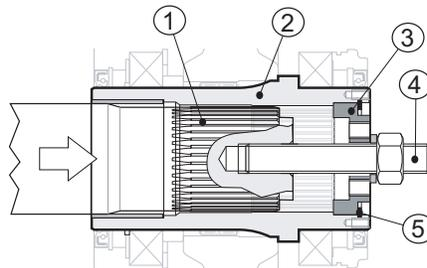

Fig. 18
Ensuite, insérez dans leur logements premièrement le fond (pos. 3), puis le Seeger pour intérieur (pos. 5), bloquant par conséquent le fond (pos. 3), à ce stade, visser l'écrou de la barre filetée amène l'arbre de la machine en butée (voir Fig. 18 (p. 27)).